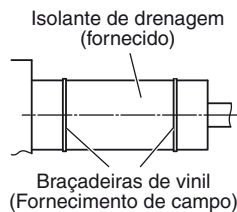

Fig.3-9
- Depois de ligar o tubo de drenagem firmemente, enrole o material de vedação fornecido e o isolante do tubo de drenagem em redor do tubo e, em seguida, fixe-o com as braçadeiras de vinil. (Fig. 3-9)